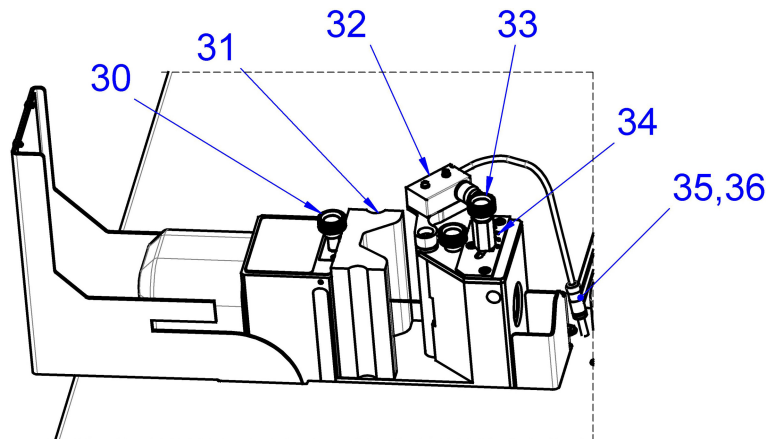

Imagen 5: Flexión de pletinas y barras
La flexión de guías de cobre o de aluminio se realiza con una matriz dobladora (imagen 5, 31), que dobla la pieza por los dos lados por encima de un mandril.
- Insertar la matriz dobladora (imagen 5, 31) en el alojamiento herramienta del pistón de carga y bloquear con el tornillo de bloqueo (imagen 5, 30).
- Insertar el limitador de ángulo electrónico (imagen 5, 32) en el orificio semiaabierto del cuerpo principal.
- Introducir el conector (imagen 5, 35) del cable de conexión en la toma (imagen 5, 36) detrás del bloque de trabajo.
- Ajustar el ángulo de flexión deseado en el tornillo de ajuste (imagen 5, 33) con la ayuda de la escala de ángulos (imagen 5, 34).